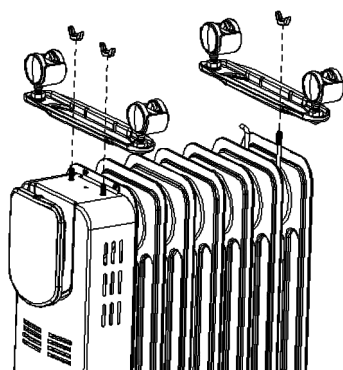

Figura 2 Diagramma di installazione della piastra delle ruote
- (1) Mettere sottosopra il radiatore, con la piastra delle ruote in posizione, con dadi ad alette e componenti di fissaggio con vite a forma U, mostrata in Figura 2;
- (2) Alla fine il radiatore viene riposizionato nel posto giusto.